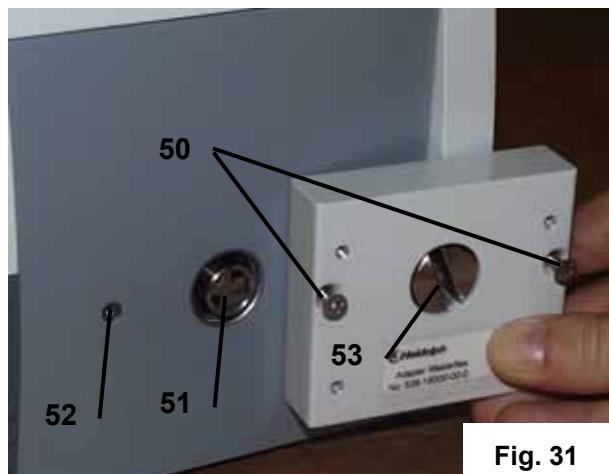

Fig. 31
4.1. Montaggio dell'adattatore multicanale al motore della pompa (fig. 31)
- Per montare la testa della pompa al motore della pompa allineare il perno trascinatore (54) alla scanalatura dell'attaccatore multicanale (53, fig. 31).
- Fissare la testa al propulsore usando le 4 viti (55) in dotazione e il cacciavite pure accluso.
- Si consiglia di creare un adeguato sostegno per la testa della pompa; a tale scopo portare a livello il piede regolabile (56). Serrare poi il controdado (57) contro il lato inferiore della testa della pompa.
- ATTENZIONE: il perno trascinatore (54) della testa della pompa multicanale C 8 è munito di un manicotto in plastica (58). Verificare che sia posizionato correttamente. Detto manicotto (58) impedisce il contatto tra i giunti metallici diminuendo così la rumorosità. Il manicotto (58) deve essere controllato e ai primi segni di usura o comunque dopo 500 ore deve essere sostituito. No. di ordinazione del manicotto: 23-09-01-01-88-0